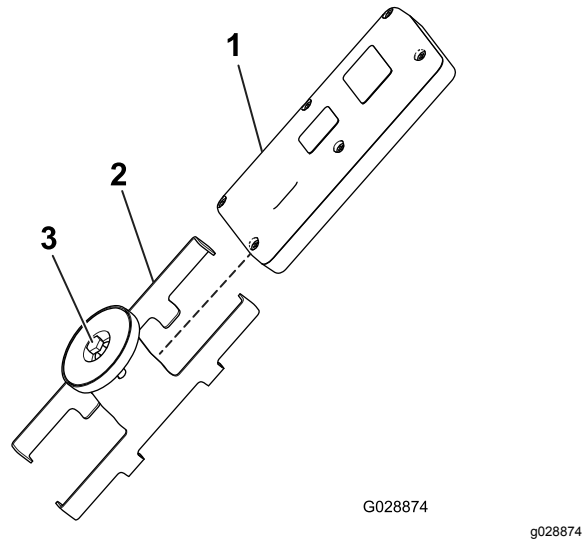

Figura 13
- Instale el control remoto de mano en el soporte magnético remoto, una las dos mitades para ajustarlo y apriete el perno del imán (Figura 13).